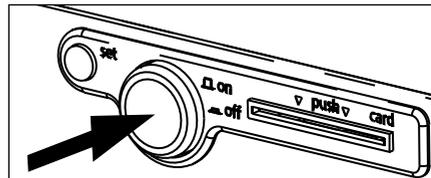

Abb. 2 Kühlbrutschrank ausschalten durch Drücken des Hauptschalters
- ▶ Hauptschalter an der Gerätevorderseite eindrücken (Abb. 2).